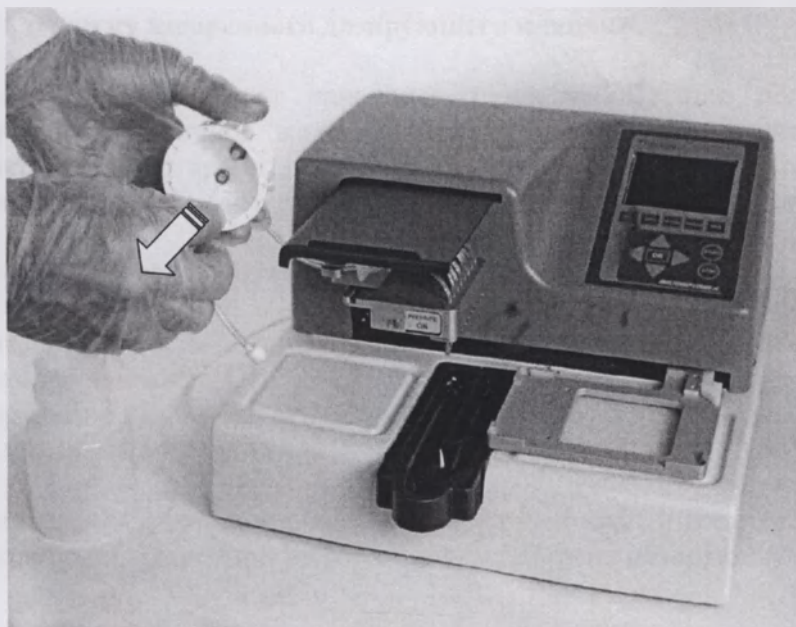

Рисунок 5-27. Удаление фильтра для реагента с трубкой
- Опорожните резервуар для реагента или установите пустой резервуар для реагента и удалите фильтр для реагента и трубку изнутри крышки резервуара для реагента (рисунок 5-27).